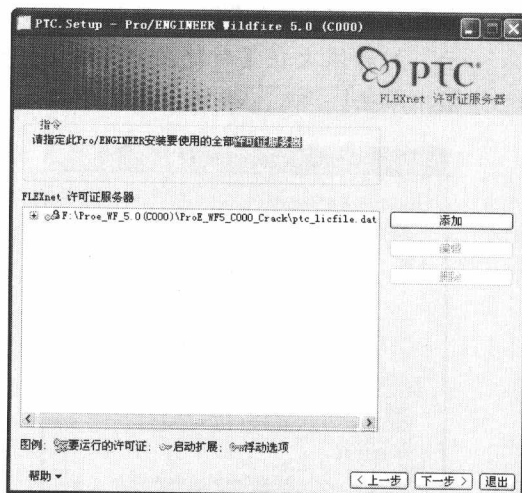

图 1-5 【FLEXnet 许可证服务器】对话框
- 06 在【定义安装组件】对话框中单击[下一步>]按钮,弹出【FLEXnet 许可证服务器】对话框,如图 1-5 所示,定义许可证文件安装文件夹以及选择许可证文件。
- 07 单击[添加]按钮,弹出【打开】对话框。选择在第 2 步中生成的 ptc_licfile.dat,单击[打开@]按钮,ptc_licfile.dat 文件的保存位置显示在列表框中,如图 1-5 所示。